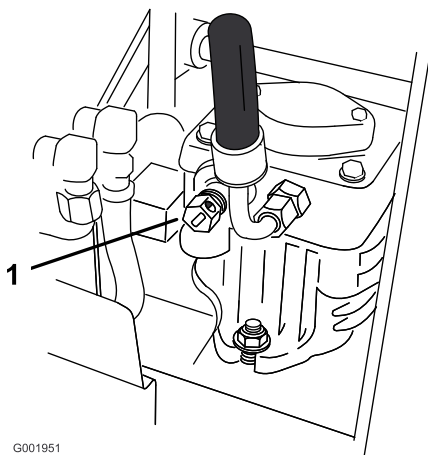

Figura 25
2. Abra las válvulas de desvío de ambas bombas girándolas 1 a 2 vueltas en el sentido contrario a las agujas del reloj. Esto permite que el aceite hidráulico se desvíe alrededor de la bomba, dejando que las ruedas giren (Figura 25).